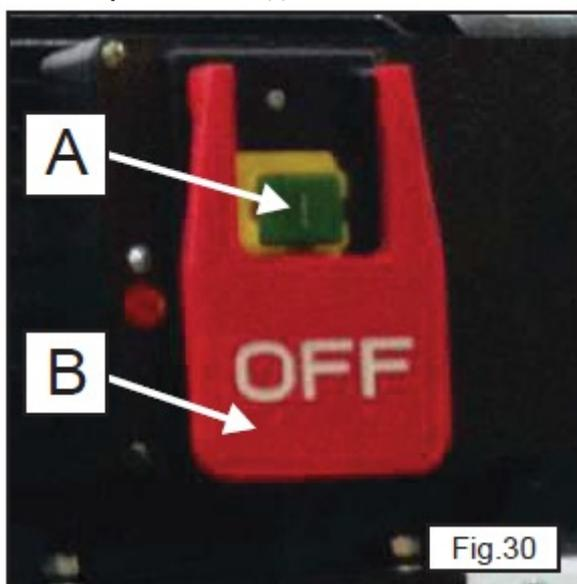

Рис. 30
1. Выключатель ВКЛ./ОТКЛ. расположен спереди рейсмусового станка. Для включения станка нажать кнопку пуска START (A), рис. 30.
2. Для отключения станка нажать кнопку отключения STOP (B), рис. 30.